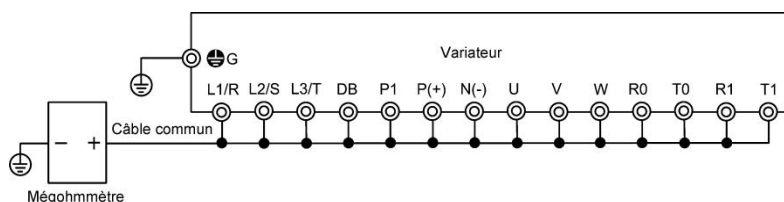

Figure 7.6-1 Raccordement des bornes du circuit principal pour l'essai sur mégohmmètre
- 3) Raccordez les bornes du circuit principal avec un câble commun, comme indiqué sur la Figure 7.6-1.